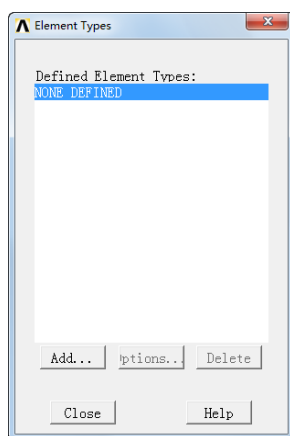
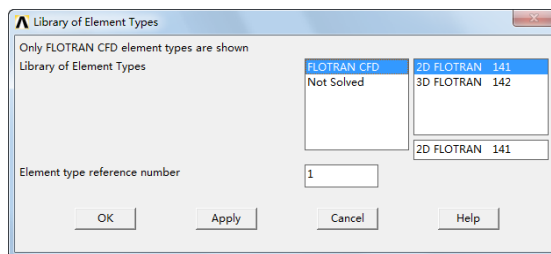

图 7-5 “Element Types” 对话框
图 7-6 “Library of Element Types” 对话框
①指定单元类型：依次选择 Main Menu→Preprocessor→Element Type→Add/Edit/Delete, 会弹出“Element Types”对话框, 如图 7-5 所示。
②单击“Add”按钮, 会弹出“Library of Element Types”对话框。
③在“Library of Element Types”列表框中选择“FLOTRAN CFD”和“2D FLOTRAN 141”, 在“Element type reference number”输入框中输入 1, 如图 7-6 所示。单击“OK”按钮关闭“Library of Element Types”对话框。
④单击“Close”按钮, 关闭“Element Types”对话框。